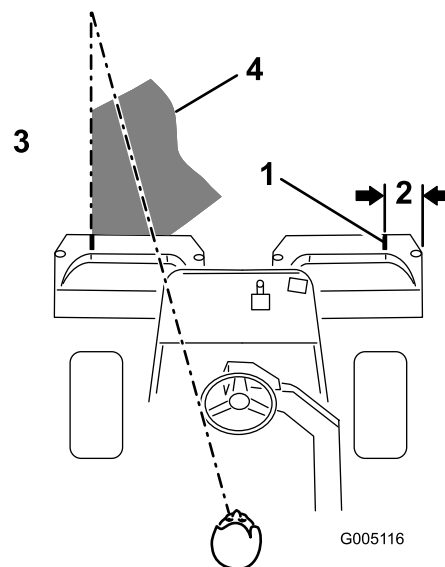

Bild 31
3. Wenn Sie zurückfahren, sollte der neue Mähgang den ersten ein klein wenig überlappen. Damit Sie in einer möglichst geraden Linie über die Grünfläche fahren können und einen gleichmäßigen Abstand zum zuvor gemähten Rasenstück einhalten können, sollten Sie sich eine imaginäre Sichtlinie ungefähr 1,8 m bis 3 m vor der Maschine bis zum Rand des noch ungemähten Teils der Grünfläche vorstellen (Bild 30 und Bild 31). Manche Leute finden es auch hilfreich, die äußere Kante des Lenkrads in die Sichtlinie mit einzubeziehen, d.h. sie halten das Lenkrad in einer Linie mit einem Punkt, der immer im gleichen Abstand von der Vorderseite der Maschine bleibt (Bild 30 und Bild 31).